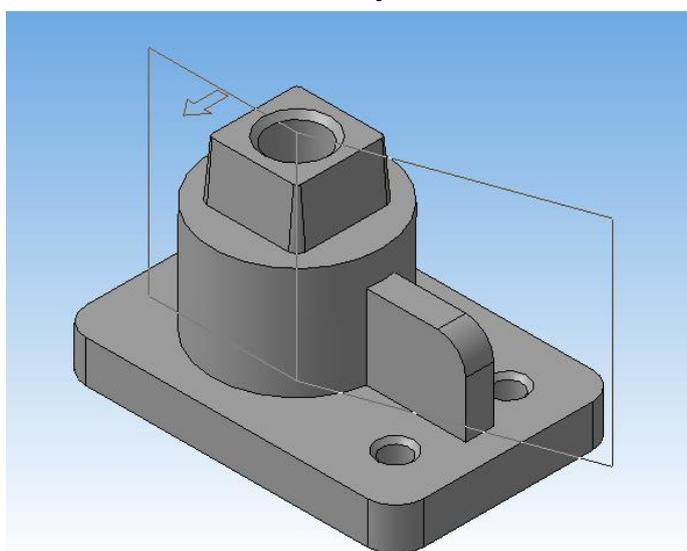

Рисунок 63.
29. На панели *Редактирование* выберите кнопку *Сечение по эскизу* . Появится фантом секущей плоскости (рисунок 63). Укажите *Прямое направление*.
1. Удаляем сечение по эскизу – *Дерево модели- Сечение по эскизу- Удалить*. В результате получается рисунок 63.